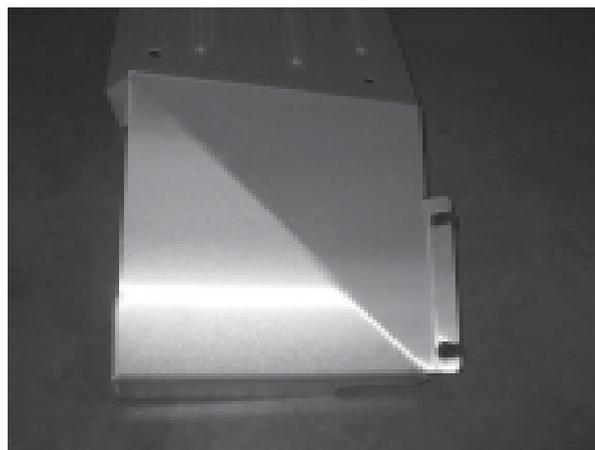

Figure 1
2. Installez les écrous en U M6 à l'intérieur de la bride de chaque plaque de protection tel qu'indiqué. **(Figure 1)**